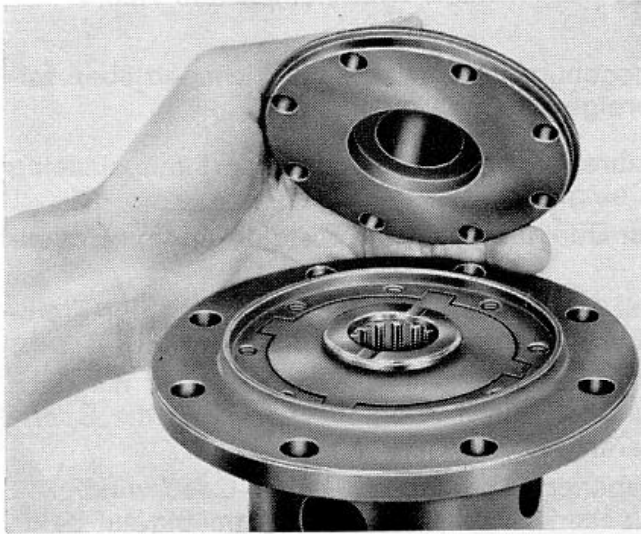

Abb. 1
1. Sechskantschrauben (12) lösen und Gehäusedeckel (11) abnehmen (Abb. 1).